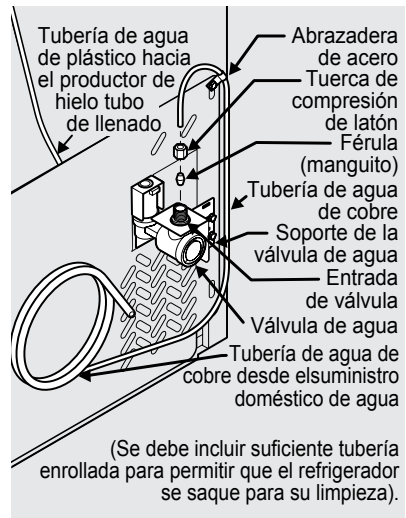

Figura 1
4. **Si usa tuberías de cobre:** Deslice la tuerca de compresión de latón, y luego la férula (manguito) en la tubería de suministro de agua. Empuje la tubería de suministro de agua hacia dentro de la entrada de la válvula de agua lo más posible ( $\frac{1}{4}$  de pulgada o 6 mm). Deslice la férula (manguito) en la entrada de la válvula y apriete manualmente la tuerca de compresión en la válvula. Apriete otra media vuelta con una llave; NO apriete en exceso. Vea la Figura 1.